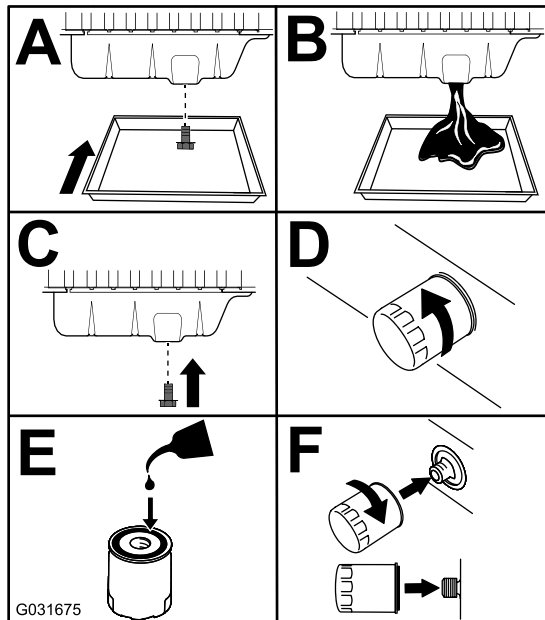

Figura 87
3. Cambie el aceite del motor y el filtro (Figura 87).